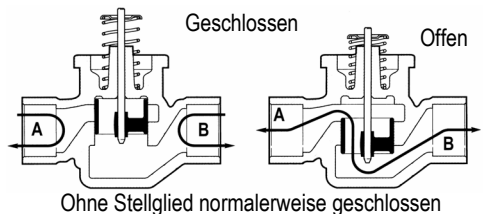
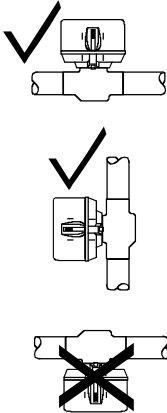

Abb. 2: Flussrichtung
Abb. 3: Lage des Ventils
3. Das Ventil kann mit der Flussrichtung A nach B oder B nach A eingebaut werden (Abb. 2). Der Ventilkörper kann in beliebigem Winkel eingebaut werden, allerdings darf sich das Stellglied horizontal nicht unterhalb des Ventilkörpers befinden (Abb. 3). Stellen Sie sicher, dass am Stellglied genug Platz für einen Austausch oder Wartungsarbeiten vorhanden ist. Bauen Sie das Ventil so ein, dass Wartungsarbeiten leicht durchzuführen sind. An der Oberseite sind 25 mm Platz erforderlich, um das Stellglied abzunehmen.